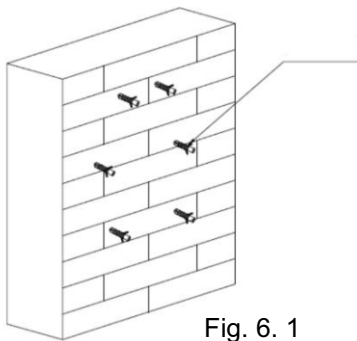

Fig. 6. 1
- Tentukan dimana tudung hisap akan dipasang dan tandai bagian bawah dari tudung hisap pada dinding. Tentukan posisi dimana tudung hisap berada di tengah-tengah kompor.(Fig.6).